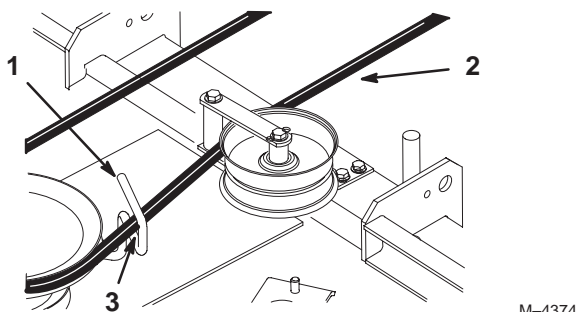

Figure 58
11. Pivotez le guide-courroie à l'arrière de la tondeuse pour l'éloigner de 3–7 mm (1/8–1/4") du côté vertical de la courroie de PdF (Fig. 58).